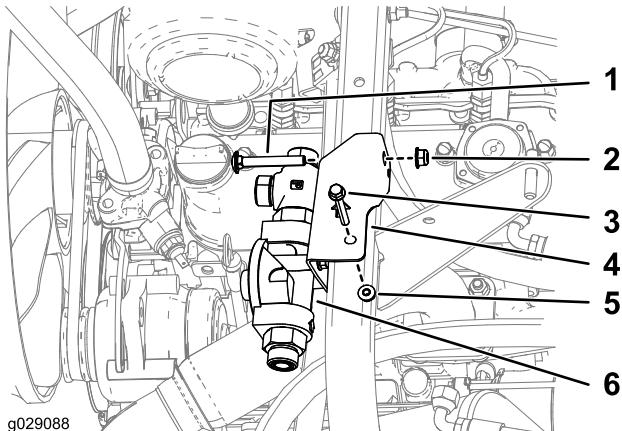

Figura 12
3. Fissate il gruppo del filtro idraulico al telaio, come illustrato nella Figura 12.